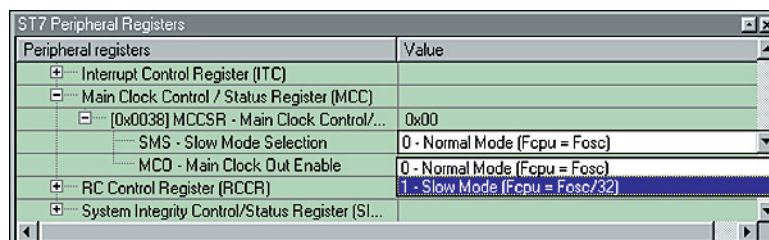

Figure 31: En cliquant sur la flèche de la figure 30, apparaît la liste des configurations possibles de ce bit.
**Step Into** pour l'exécuter. Allez alors de nouveau dans la fenêtre **ST7 Peripheral Registers** (voir figure 29), mais cette fois dans la liste déroulante du bit **SMS** (voir figure 31) sélectionnez: